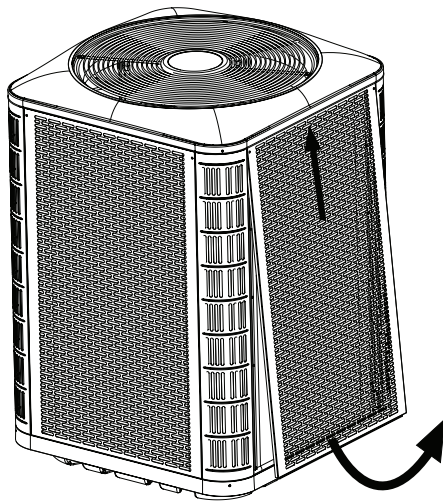
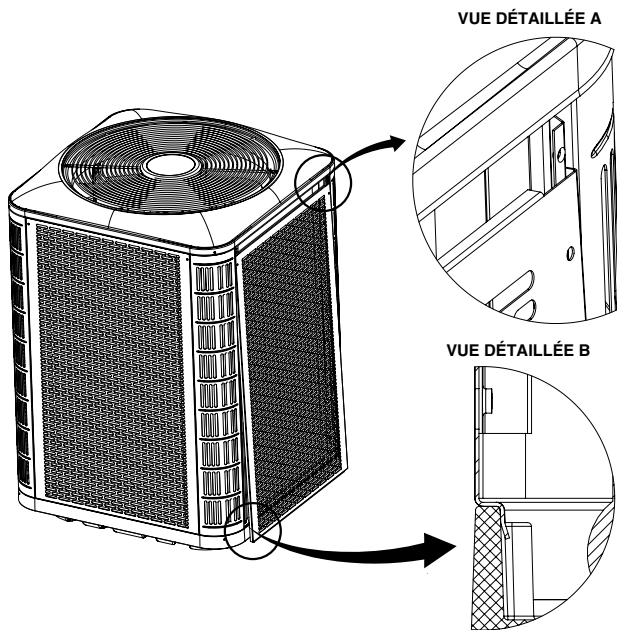

Figure 2. Désassemblage du panneau
Figure 3. Installation du panneau
- Pour accéder aux composantes internes de l'appareil, consultez la Figure 2, \(page 6\) pour désassembler le panneau et la Figure 3, \(page 6\) pour installer le panneau.
2. Glissez le panneau vers le haut et le bac supérieur pour dégager la bride inférieure du bac inférieur. Voyez le Figure 2.
1. Insérez les coins supérieurs des brides latérales du panneau dans les rainures du montant de coin, tel que montré au Détail A de la Figure 3.